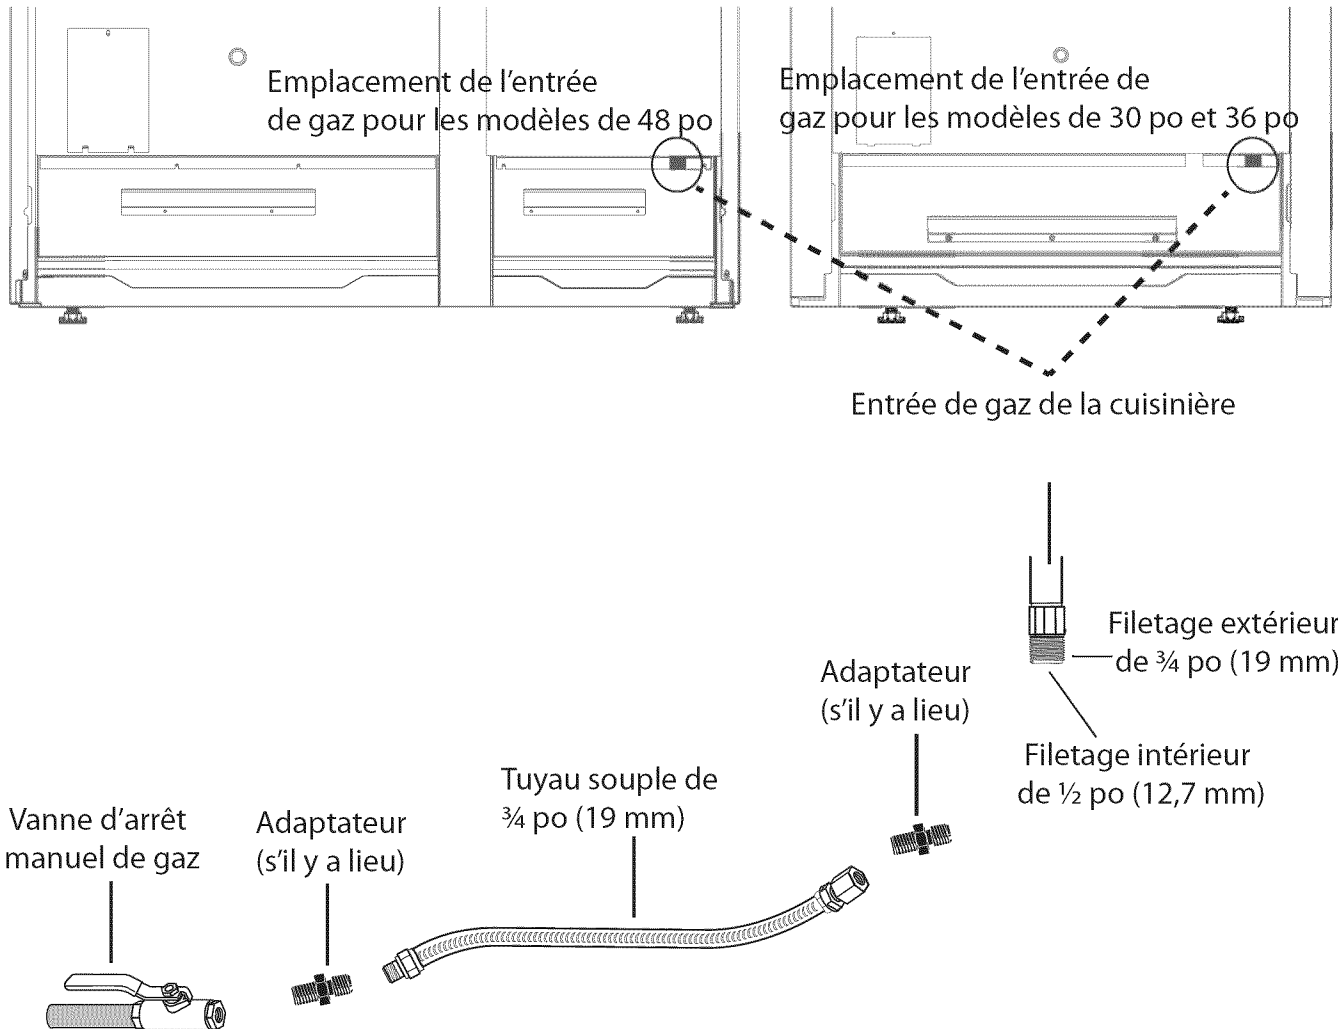

Figure 10 : Raccordement à l'approvisionnement de gaz
2. Utilisez un raccord à gaz souple de 3/4" entre l'alimentation en gaz et le tuyau d'arrivée de gaz de l'appareil. Le tuyau d'arrivée de gaz de toutes les cuisinières est situé en bas à droite. (Voir *Figure 10*). Le tuyau d'arrivée de gaz de l'appareil est de type NPT 1/2".